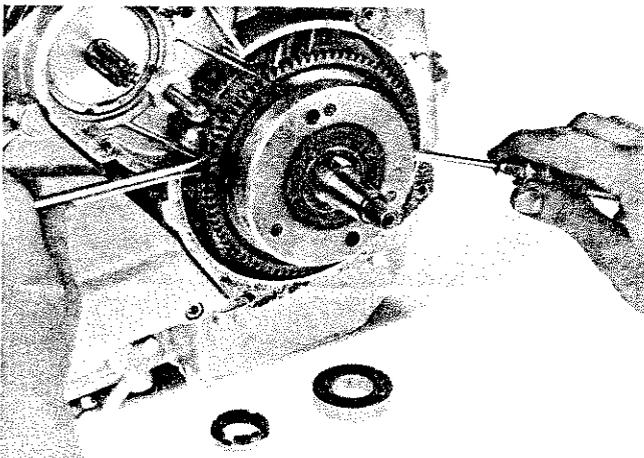

Fig. 99
- 6) Sfilare dall'estremità scanalata dell'albero motore, senza separarli, ruota libera ed ingranaggio (Fig. 99).
- 6) Remove the starting motor clutch and gear as an assembly, from the crankshaft splined end (Fig. 99).